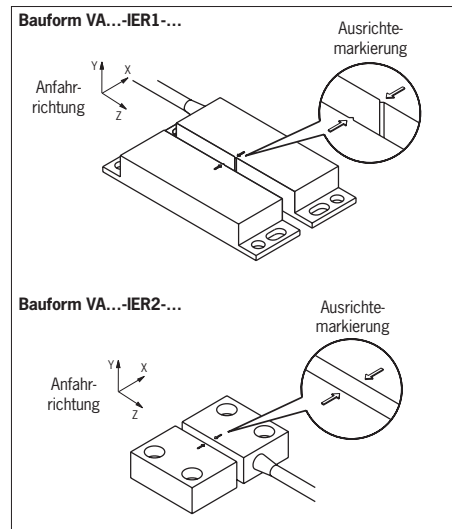

Bild 1: Ausrichtung Lesekopf und Betätiger
Die Einbaulage von Lesekopf und Betätiger ist beliebig. Ausrichtung von Lesekopf zu Betätiger beachten (siehe Bild 1).
- ▶ die aktiven Flächen von Lesekopf und Betätiger bei geschlossener Schutzeinrichtung deckungsgleich gegenüber liegen (siehe Bild 1)
- ▶ Bei geringer Anfahr-geschwindigkeit zwischen Lesekopf und Betätiger sollte die Anfahr-richtung Z (siehe Bild 1) vermieden werden.